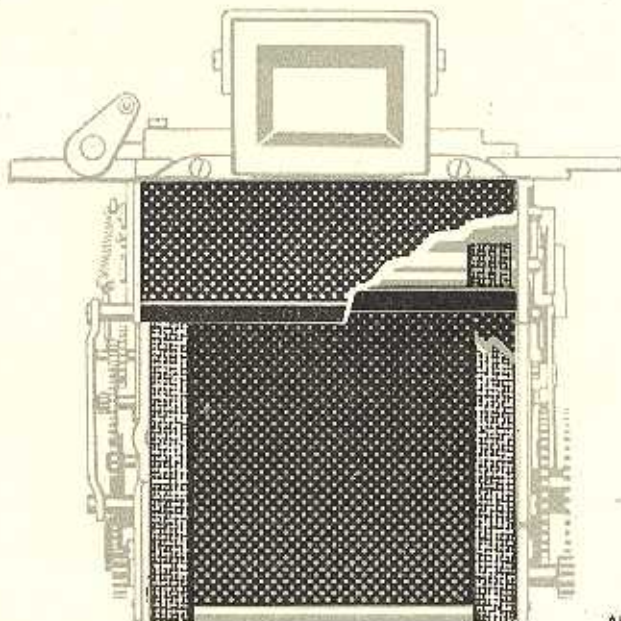

Abb. 7
- g) Rollostäbchen in markierte Stellung bringen (siehe auch Abb. 7, 9 und 10) und Ritzel (wie markiert) einsetzen und verschrauben (vorher Verschlussräder 370.07 U 7 und 370.07 U 8 nach links bis zum festen Anschlag drehen, dabei Verschlussauslösehebel 370.07 - 11 ausklinken).
- k) Rollowelle für erstes Rollo nach links drehen, bis Rollostäbchen, wie in Abb. 7 angegeben, zu stehen kommt. In dieser Stellung Ritzel einsetzen und verschrauben.
- l) Rollowelle für zweites Rollo nach links drehen, bis Rollostäbchen des zweiten Rollos unter dem Rollostäbchen des ersten Rollos zu stehen kommt (Deckung beachten). In dieser Stellung Ritzel einsetzen und verschrauben (s. Abb. 7).
- a) Rollos 370.03 U 5 und 370.03 U 9 müssen so gesetzt sein, wie unter C. 3. Beseitigung bestimmter Fehler, Rollos unbrauchbar, beschrieben (s. Abb. 7). Vorschrift muß eingehalten werden, weil davon zum großen Teil die Gleichmäßigkeit des Verschußablaufes abhängt. Rollos stehen dann so, wie